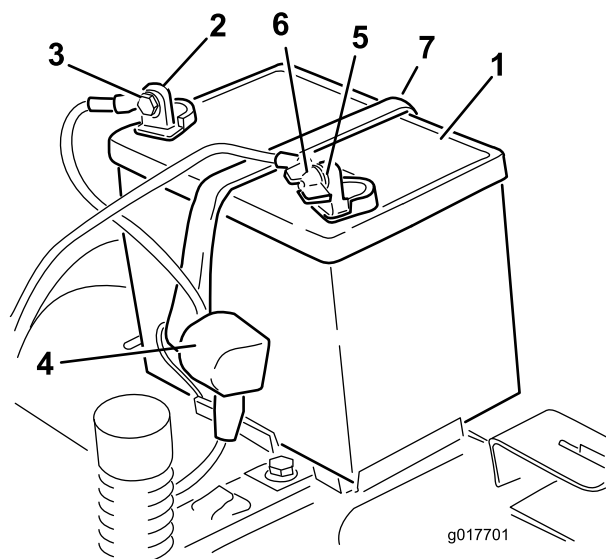

Рисунок 52
4. Отсоедините отрицательный (черный) кабель от штыря аккумулятора (Рисунок 52).
6. Отсоедините положительный (красный) кабель от штыря аккумулятора (Рисунок 52).
7. Снимите прижим аккумулятора (Рисунок 52) и поднимите аккумулятор, чтобы снять его с поддона.
1. Установите аккумулятор в поддон (Рисунок 52).
5. Закрепите аккумулятор с помощью прижима (Рисунок 52).